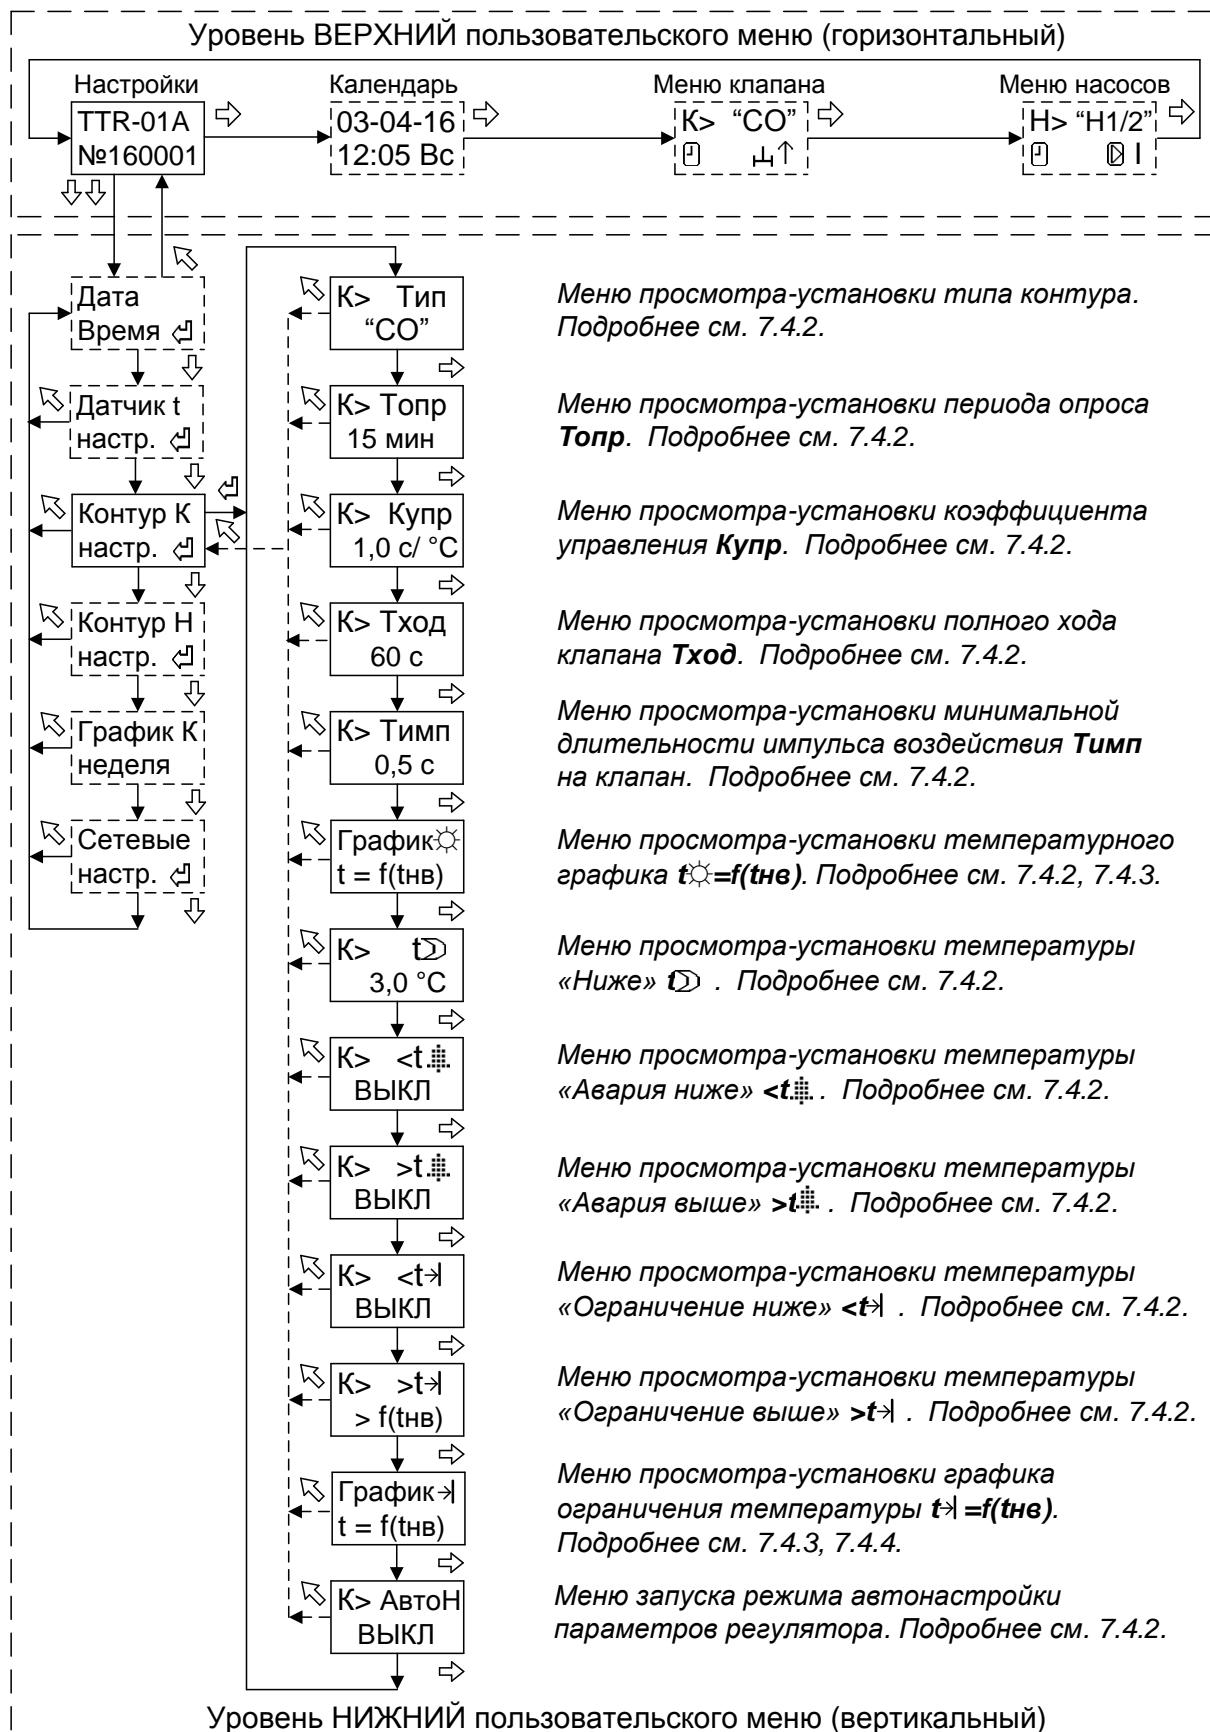

Рисунок 4 - Структура меню настройки параметров для системы отопления
7.4.3 Для просмотра-установки температурного графика регулирования необходимо войти с помощью нажатия кнопки “” (см. рисунок 4) в меню «График $\odot t=f(\text{нв})$ ».